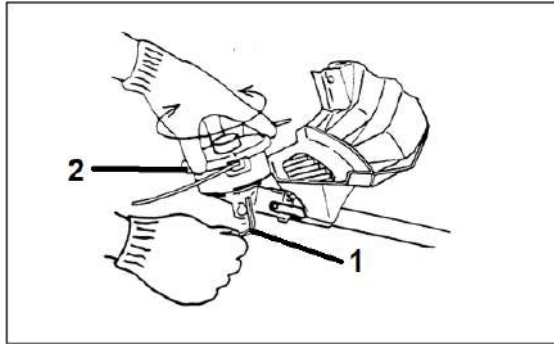

Рисунок 8. Схема встановлення різальної головки із жилкою.
5.1.2.5 Встановлення різальної головки із жилкою (рис. 8).